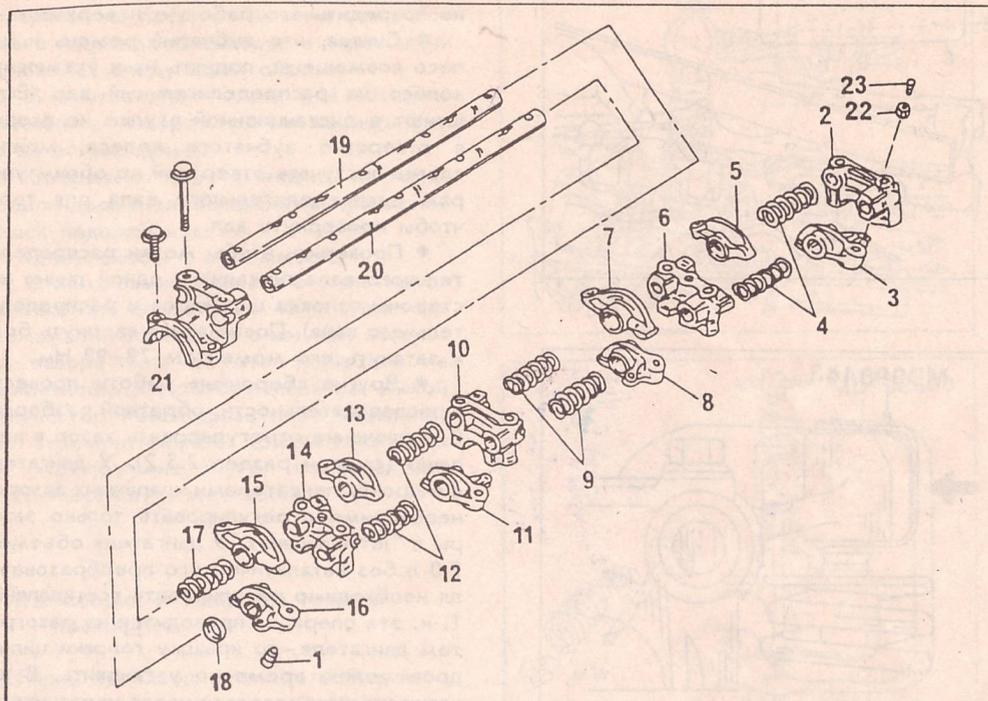
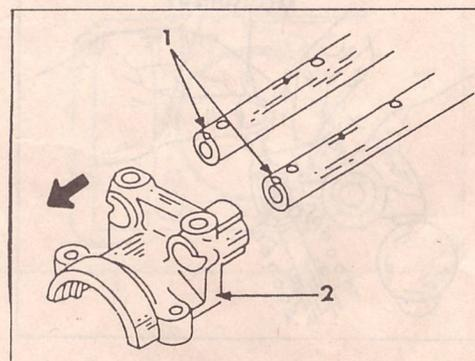

Рис. 39.
Рис. 41.
● Как видно из рис. 39, где показан механизм с "Jet"-клапанами, коромысла и пружины устанавливаются в порядке, отличном от порядка установки тех же деталей на двигателе "G3", что следует иметь в виду при сборке.
● Собрать обе оси в соответствии с рис. 39. Проверить правильность установки пружин и коромысел в соответствии с рис. 39.
- Вывернуть регулировочные винты, гайки их крепления не затягивать. Сборку производить в соответствии с рис. 39 в последовательности, указанной ниже:
- Вставить правую (19) и левую (20) оси в переднюю крышку (2). Вставить на место болты для фиксации осей в своем положении. Отверстия для смазки должны смотреть вниз.
- Проверить, чтобы вырез на каждой из осей с передней стороны (шириной 4 мм) находился точно в середине вверх (смотри рис. 41).
- Установить коромысла, пружины и крышки подшипников в последовательности, указанной на рис. 39.
Вид на собранные оси коромысел. Буквы указывают на отдельные коромысла (смотри рис. 39)